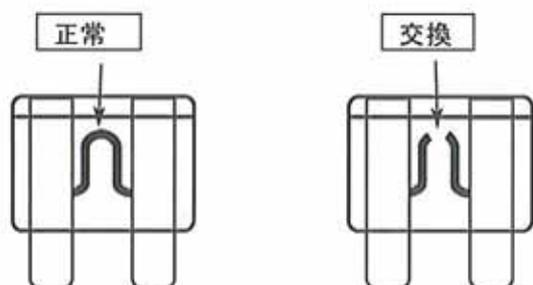

図 20
- ヒューズが切れている場合は交換してください。(図 20)